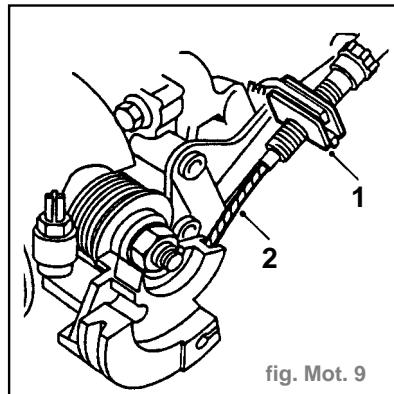

fig. Mot. 9
- Débrancher le tuyau de sortie de carburant du filtre de carburant et le mettre sur le côté (2).
- Dégager l'écrou de réglage de câble d'accélérateur du support de butée (1) (fig. Mot. 9).